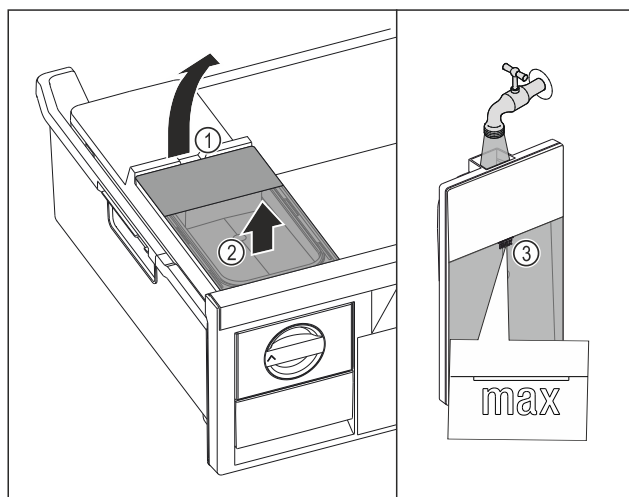

Fig. 85
- ▶ Підняти бак для води за заглиблення Fig. 85 (1).
- ▶ Вийняти бак для води рухом вгору Fig. 85 (2)
- ▶ Наповнити бак для води питною водою до позначки Fig. 85 (3).